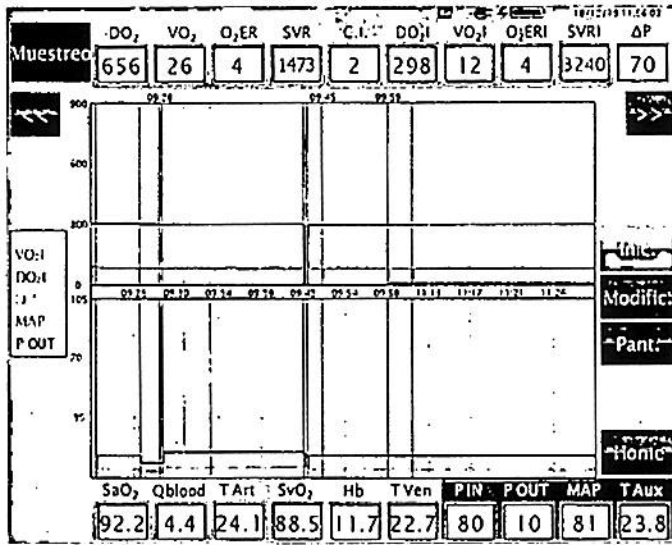

Figura 9 : Cómo aparece la pantalla dedicada al tratamiento de un nuevo paciente.
- La página "Pantalla principal 1" (figura 9) está dividida en tres zonas horizontales y una vertical:
- La gráfica puede tener hasta dos medidas adicionales, que el usuario puede seleccionar en la página que se activa pulsando la tecla **Modificar gráfica** (figura 9).